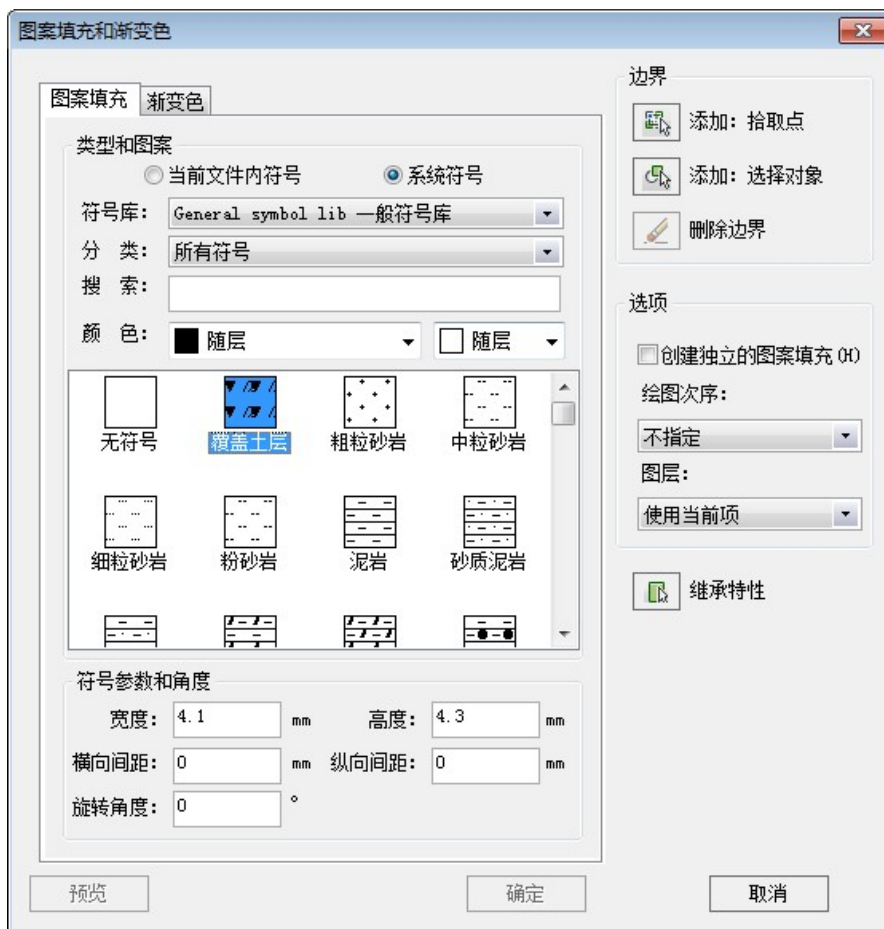
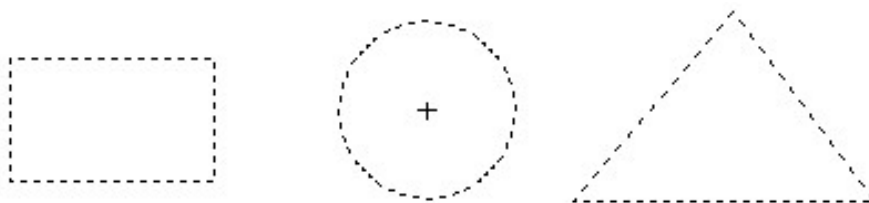

图 6-53 图案填充
图 6-54 添加拾取点
执行菜单“修改”→“填充”命令或单击 ，系统弹出如图 6-53 所示的图案填充对话框。用户根据需要首先设置填充符号的类型和图案，然后根据需要通过**【添加：拾取点】**或**【添加：选择对象】**的方式选择需要填充的区域，右键确认后，鼠标左键拾取填充区域的内部点即可完成填充。
(1) **类型和图案**：设置填充图案的来源（从当前文件内的符号选择还是从系统符号库中选择）及符号样式。若选择当前文件内符号，则在预览框中显示当前文件内所使用的填充符号；若选择系统符号，预览框则根据所选择的符号库、分类等信息显示所属的所有符号样式，如图 6-53 中左侧预览框所示。
(2) **添加：拾取点**：根据图中现有的对象自动确定填充区域的边界，该方式要求这些对象必须构成一个闭合区域。通过此方式选择图形对象时，对话框将暂时关闭，系统提示用户拾取一个点，在闭合区域内单击，系统自动以虚线形式显示用户选中的边界，如图 6-54 所示。选择完毕后，右键确认，系统回到图 6-53 所示的对话框中。